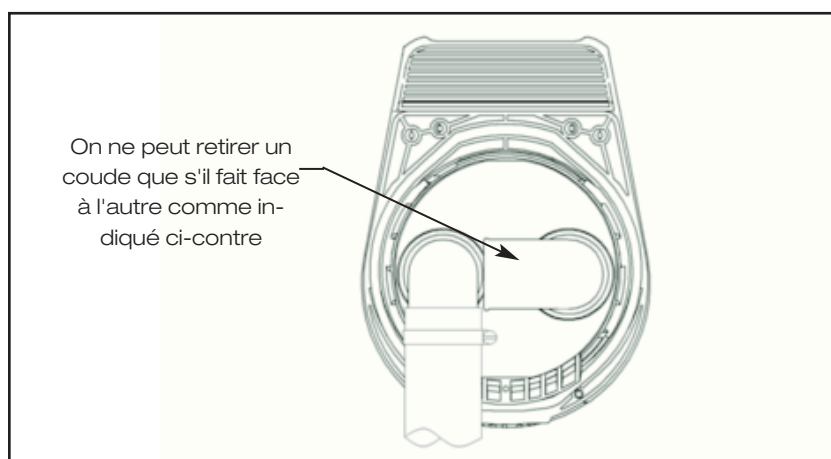

Fig.8 Position pour le débranchement des coudes
3. Il est possible de retirer les coudes et de relier les tuyaux avant le montage en tournant les coudes jusqu'à ce que le coude de sortie/d'arrivée soit directement en face de l'autre coude, et ensuite en tirant. (Voir fig. 8).